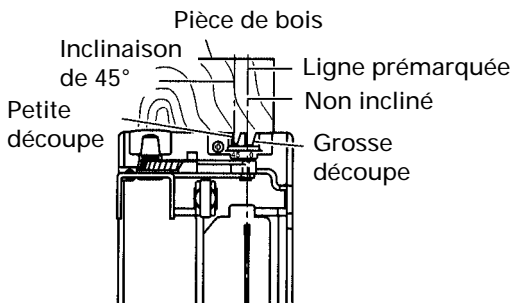

Fig. 14 (Vue supérieure)
- (1) Placer le socle sur le matériau, puis aligner la ligne prémarquée et la lame de scie avec la section avant de la pièce de guidage, sur le devant du socle. (Fig. 14)
- (2) Lorsque le socle n'est pas incliné, utiliser la grosse découpe comme pièce de guidage. (Fig. 14 et 15).
Si le socle est incliné (45 degrés), utiliser la petite découpe comme pièce de guidage. (Fig. 14 et 16).